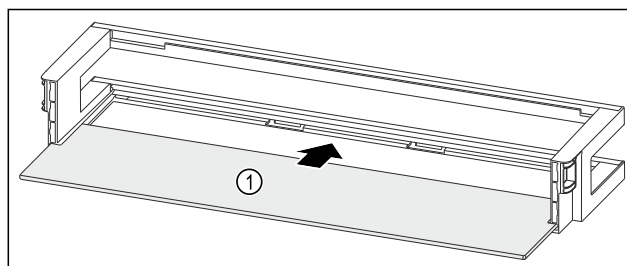

Fig. 99 Balconcino controporta con ripiano
- Inserire il ripiano Fig. 99 (1) negli incavi laterali.